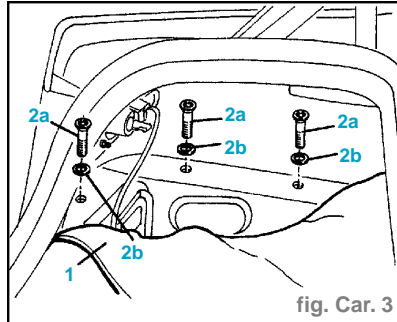

fig. Car. 3
- En intervenant des deux côtés de la malle arrière, déplacer le revêtement latéral (1) (fig. Car. 3).